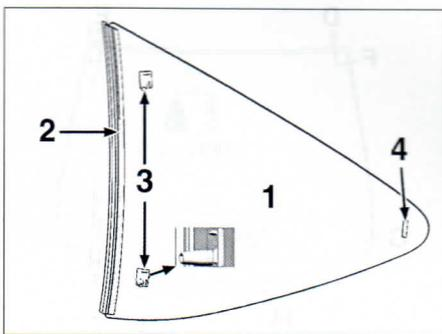

FIG. 79b
Si la junta (2), los tetones de centrado delanteros (3) o la serigrafía de la luna quedan dañados durante el desmontaje, sustituir la luna (1) y el separador (4) (fig. 79b).